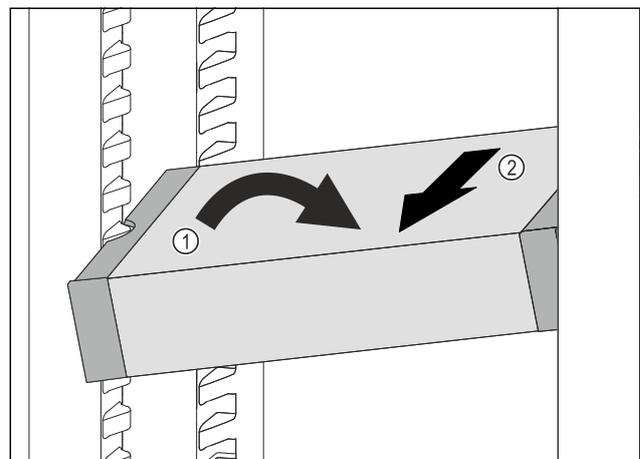

Fig. 114
- ▶ Impostare il vano frigorifero di VarioSafe ad angolo. Fig. 114 (1)
- ▶ Rimuovere VarioSafe tirando in avanti. Fig. 114 (2)